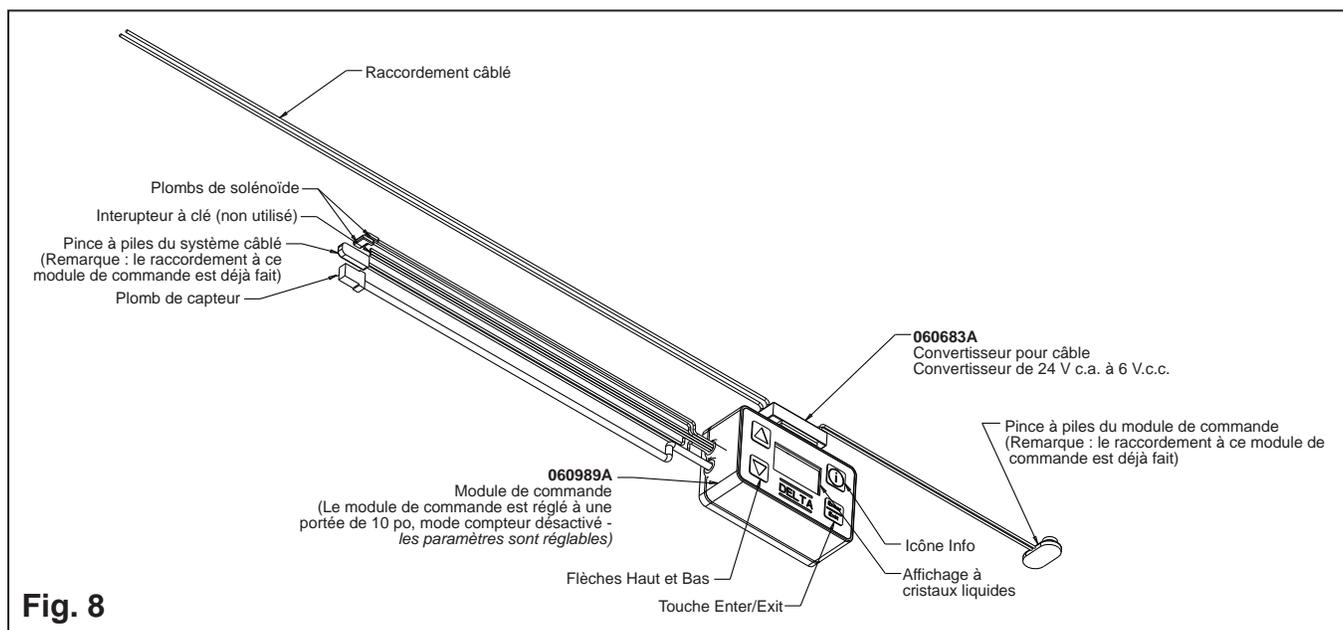

Fig. 8
1A: Improper voltage on hardwire installation.	1A: Ensure that the voltage of the transformer is 24VAC and that it is attached to the 060683A conversion kit (see Fig. 8).
2F: Controller assembly is malfunctioning (not firing solenoid valve).	2F: Replace controller assembly with 060989A (see Fig. 8).
- Le module de commande est réglé en usine à une portée de détection de 8 po ((203 mm) et une durée de 10 secondes. Se reporter à la figure 8.
1A: Tension inappropriée de l'installation câblée.	1A: Vérifier que la tension du transformateur est de 24 V c.a. et qu'il est raccordé à la trousse de conversion 060683A (voir fig. 8).
2F: Le module de commande fonctionne mal (le solénoïde ne démarre pas).	2F: Remplacer l'ensemble du module de commande par la pièce 060989A (voir fig. 8).